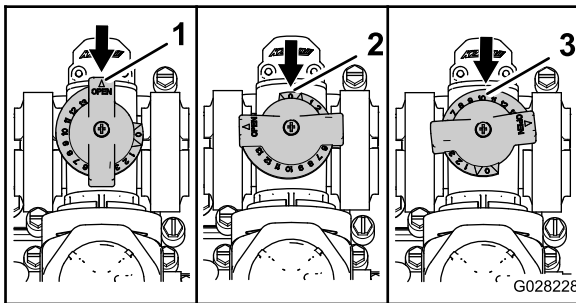

Bild 49
- Das Rührwerksicherheitsventil ist in der ganz GEÖFFNETEN Stellung, wie in Bild 49 abgebildet.
- Das Rührwerksicherheitsventil ist in der GESCHLOSSENEN (0) Stellung, wie in Bild 49 abgebildet.
- Das Rührwerksicherheitsventil ist in einer MITTLEREN Stellung (relativ zum Druckmanometer für das Sprühsystem eingestellt), wie in Bild 49 abgebildet.